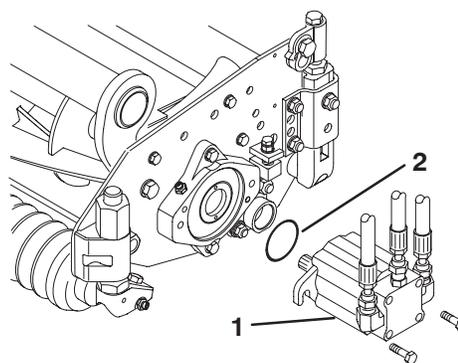

Bild 6
- Montieren Sie den Motor am Antriebsende des Mähwerks und befestigen Sie ihn mit den zwei mitgelieferten Kopfschrauben (Bild 6).